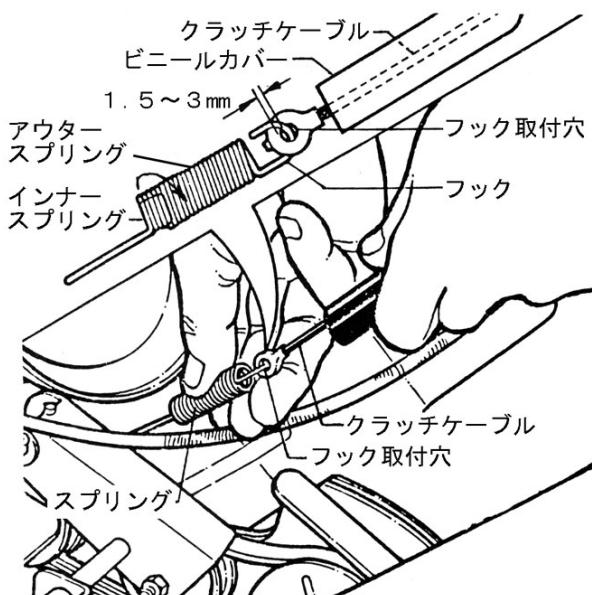

図 6-4
- エンジンを停止して、クラッチレバーを放した状態でスプリングのフックとクラッチケーブルのフック取付穴との遊びを点検します。適切に調節されているときは、1.5~3ミリの遊びがあります。（図6-4）
- 遊びがないとクラッチレバーを放しても、ベルトの張りが完全ゆるまないため、停止しなかったり、たとえ停止してもベルトに負荷がかかったまま、ブーリーが空転するためベルトの寿命を著しく縮めます。（図6-4）